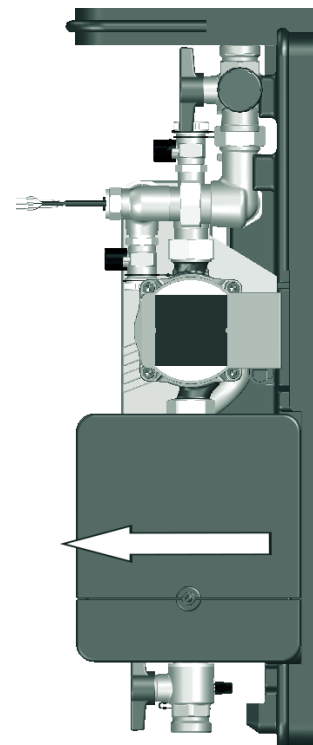

Abb. 22: Regler aus der Unterschale lösen
- 1 Ziehen Sie den Regler vorsichtig von der Unterschale ab wie in Abb. 22 auf Seite 30.
- 11 Stecken Sie den Regler zurück aus der Montageposition in die Betriebsposition (siehe Abb. 22 auf Seite 30).